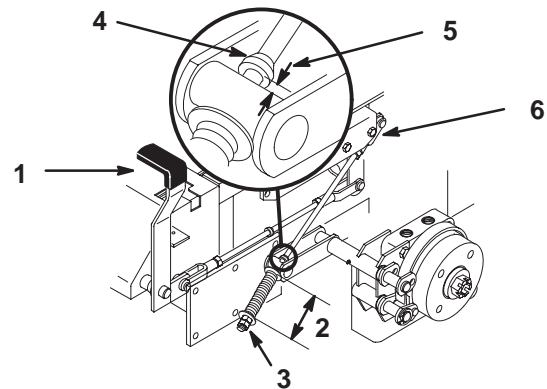

Figure 59
2. Mesurez la longueur du ressort. Les rondelles doivent être distantes de 70 mm (2-3/4 pouces) (Fig. 59).
3. Si un réglage est requis, desserrez l'écrou de blocage situé sous le ressort et serrez l'écrou directement au-dessous de la chape (Fig. 59). Vissez l'écrou jusqu'à ce que le ressort ait la longueur voulue. Serrez les deux écrous ensemble et répétez la procédure de l'autre côté de la machine.
- A. Mesurez la distance entre le galet de tourillon et le collier sur la tige de frein. Elle doit être comprise entre 5 et 7 mm (3/16 et 1/4 pouce) (Fig. 59).
6. Si un réglage est requis, desserrez l'écrou de blocage situé juste au-dessous de la chape. Tournez la tige inférieure jusqu'à obtention de l'écart voulu (Fig. 59). Serrez l'écrou de blocage à la chape.